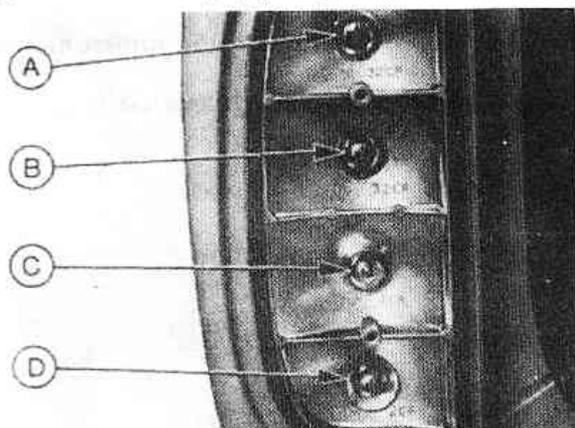

Рис. 10.20. Указатель поворота (A), задний габаритный огонь (B), стоп-сигнал (C) и фонарь заднего хода (D) автомобиля с кузовом универсал (Разд.33)
3. *Универсал* Выверните винты с крестообразными шлицами, крепящие стекло фонаря к задней части кузова автомобиля, и замените нужную лампу (Рис.10.20).